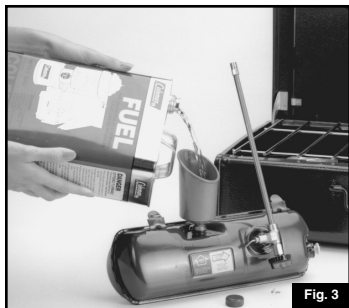

Fig. 3
- Quite la TAPA DE COMBUSTIBLE. Use un embudo o cualquier dispositivo de llenado adecuado y llene con combustible limpio y fresco. (Fig. 3)